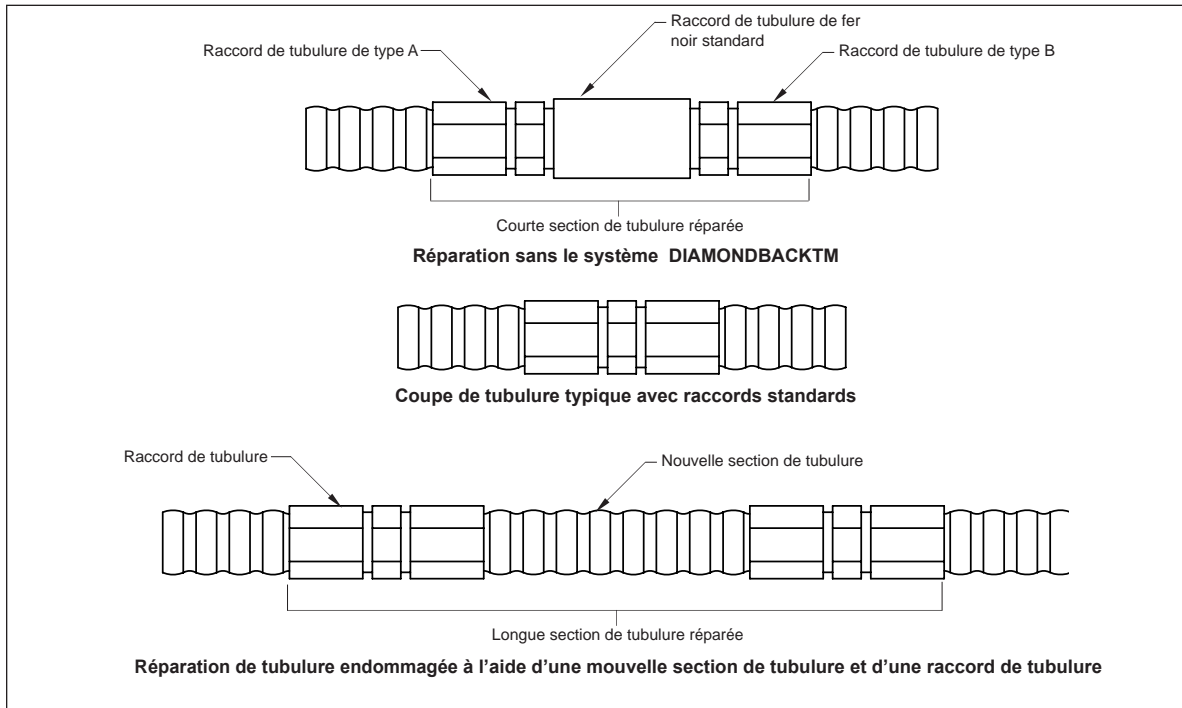

FIG. 5-1 : Reparation De Tubulure Endommagee
Une section endommagée de tubulure doit être réparée selon les exigences du présent manuel. La réparation peut exiger une coupe de la tubulure (tel qu'illustré à la **FIG. 5-1**) et peut être localisée dans un emplacement dissimulé.
1. Couper le tronçon endommagé et rebrancher la nouvelle terminaison à l'aide d'un joint mécanique à la connexion existante. Utiliser cette méthode si la section endommagée est courte et s'il y a suffisamment de tubulure pour compenser pour la section enlevée. (FIG. 5-1)